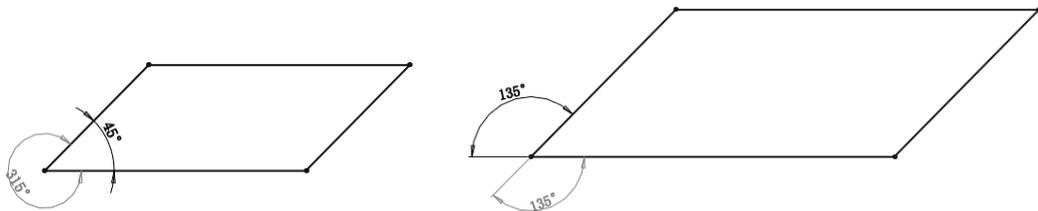

图 2-78 4 种不同的夹角角度
(1) 打开随书电子资料中的源文件“两条直线夹角标注”。
(2) 单击“草图”选项卡中的“智能尺寸”按钮, 此时光标变为形状。
(3) 单击拾取第一条直线。
(4) 标注尺寸线出现, 继续单击拾取第二条直线。
(5) 这时标注尺寸线显示为两条直线之间的角度, 随着光标的移动, 系统会显示 4 种不同的夹角角度, 如图 2-78 所示。